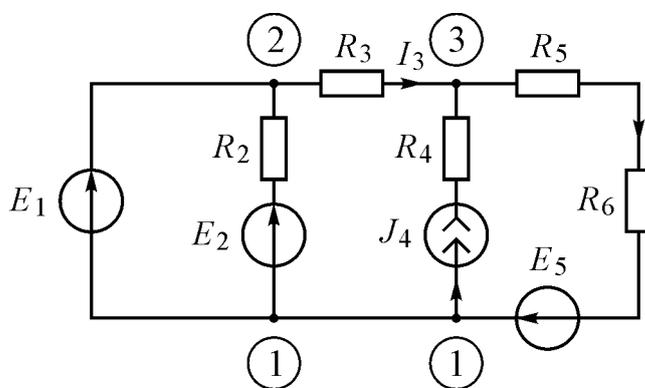

Рис. 6
2.1. Для схемы (рис. 6) в соответствии с данными своего варианта рассчитать ток I_3
3.1. Собрать схему (рис. 6). Установить заданные значения элементов схемы.